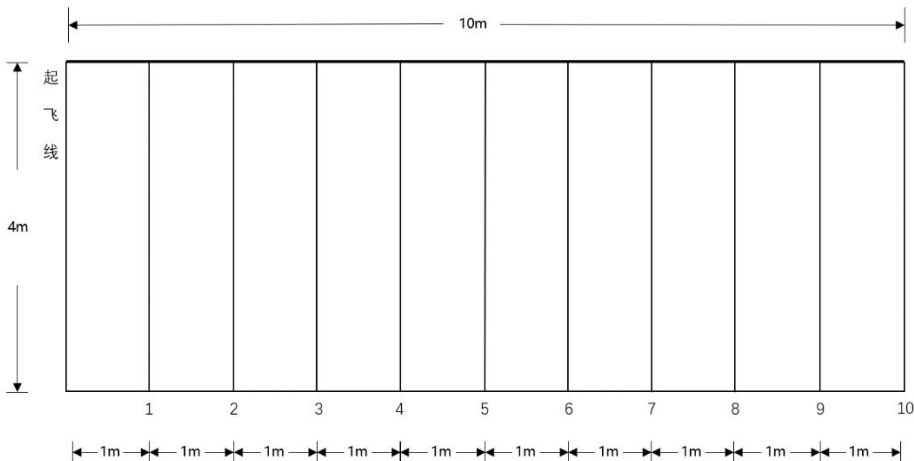

图 C.1 卡纸纸飞机直线距离测试场地示意图
C.1.4.2 直线距离测试场地详见图 C.1。
C.3.1.6.2 测试场地起降区、飞行区等尺寸见图 C.1。